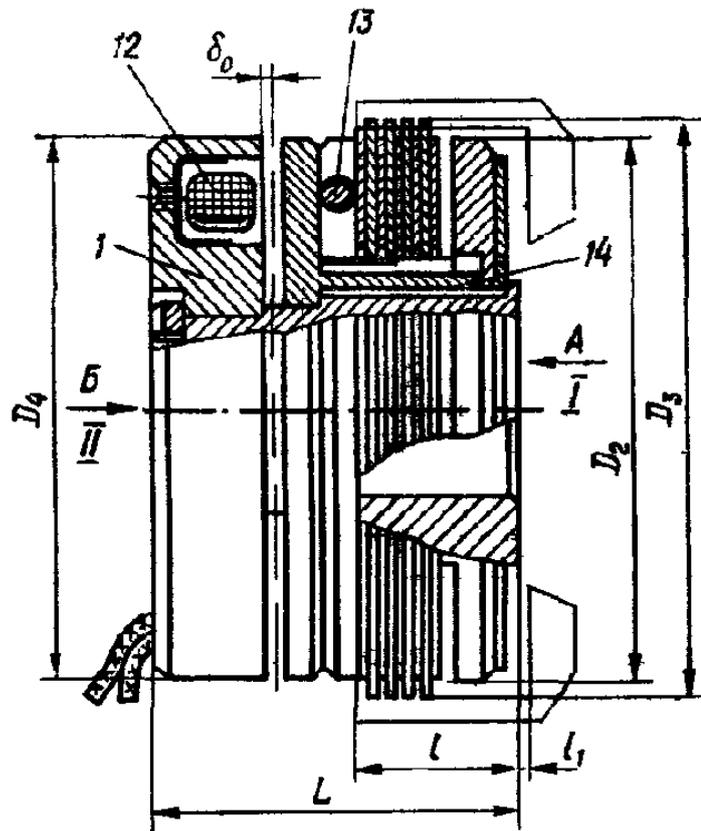

Рис. 3. Муфты тормозные:
- отпустите стопорный винт 13 (рис. 3);